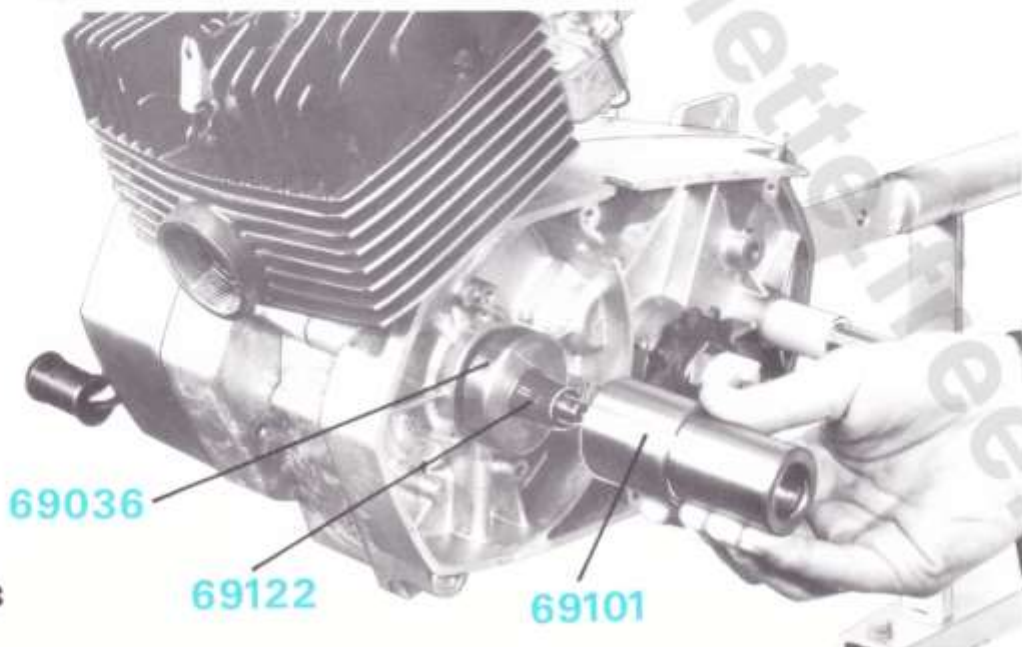

Figure 53
- Glisser le nouveau joint suiffé, à l'aide de la chasse entretoise n° 68036 et de la chasse n° 69101, en utilisant le côté grand diamètre (figure 53).